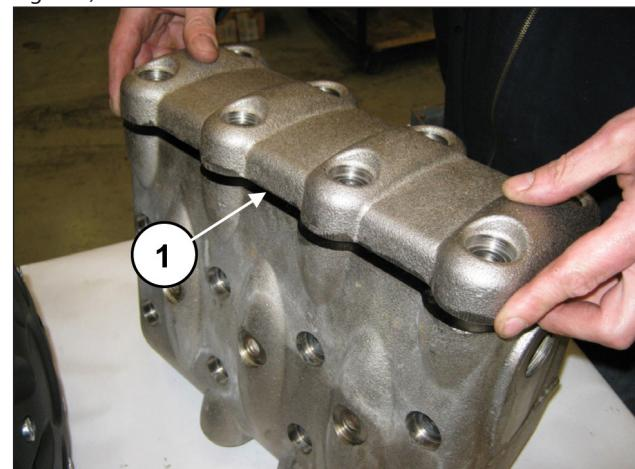
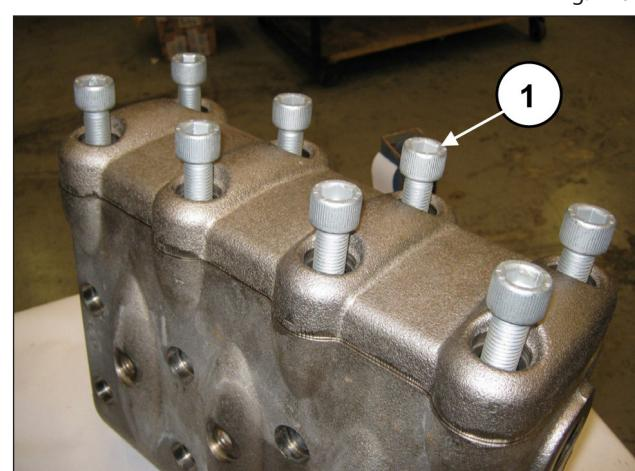

Fig. 128
Fig. 129
Depois de ter terminado com a montagem dos grupos da válvula e da tampa da válvula, aplique a cobertura da válvula (pos. ①, Fig. 128) e aperte os 8 parafusos M16x55 (pos. ①, Fig. 129).